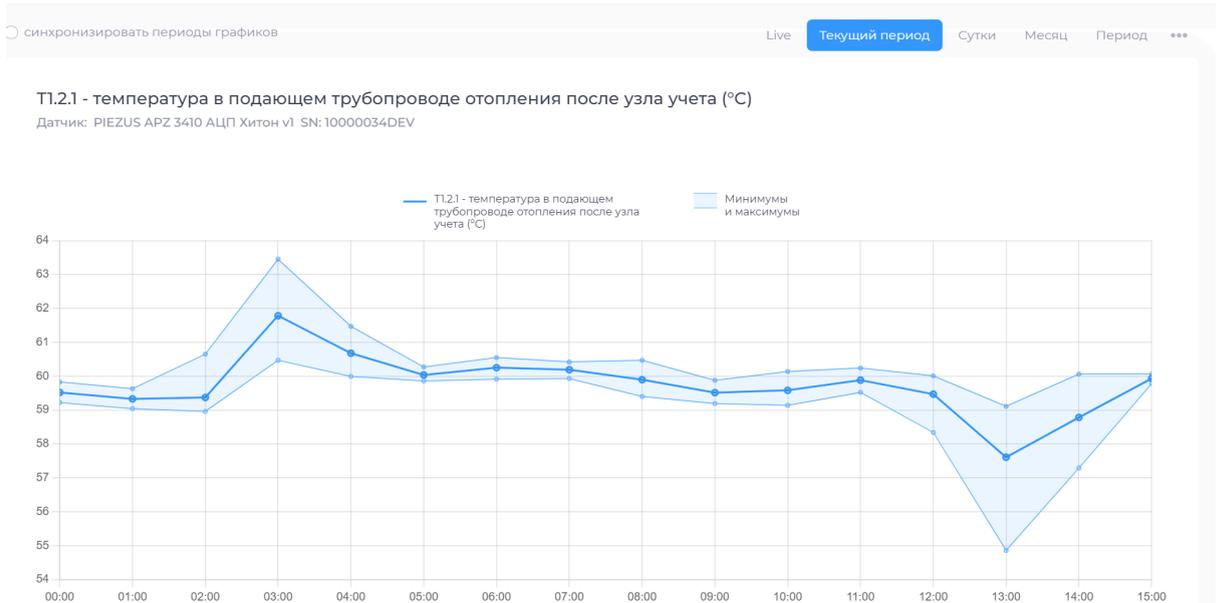

рис.25
- подробно рассмотреть те показатели, которые регистрируются приборами мониторинга (рис. 25);